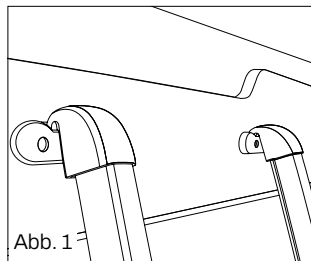

Abb. 1
- Um die Hochbetten zu erreichen, haken Sie die Leiter (Abb. 1) an den speziellen Stützen A an der Vorderseite des Bereichs ein, auf den Sie zugreifen möchten (Abb. 2)